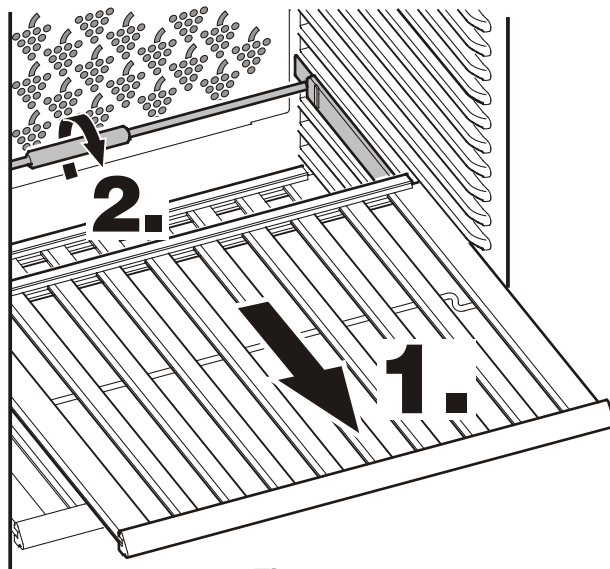

Figure 15
Casiers amovibles - Figure 15
2. Faites tourner la barre de fixation dans le sens illustré sur la **Figure 15** pour dégager l'étagère.